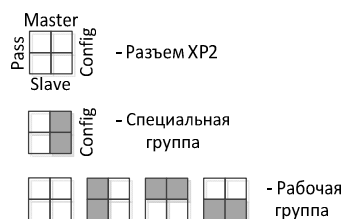

Рисунок 1. Выбор группы режимов работы «С2000-Ethernet».
Для обновления версии прибора «С2000-Ethernet» по RS-232 необходимо его подключить к COM-порту компьютера и перевести прибор в режим конфигурирования (положение джампера – «Config»). Положение джампера на разъеме ХР2 (рисунок 1) определяет группу режимов работы прибора: рабочую и специальную. Закрашенные квадраты соответствуют установленному состоянию джампера.
- 2) Перевести прибор в режим конфигурирования (положение джампера – «Config», см. рисунок 1);
- 3) Установить джампер на плате C2000-Ethernet в положение «Config» (см. рисунок 1);
- 6) Установить джампер на плате C2000-Ethernet в положение «Pass» (см. рисунок 1);